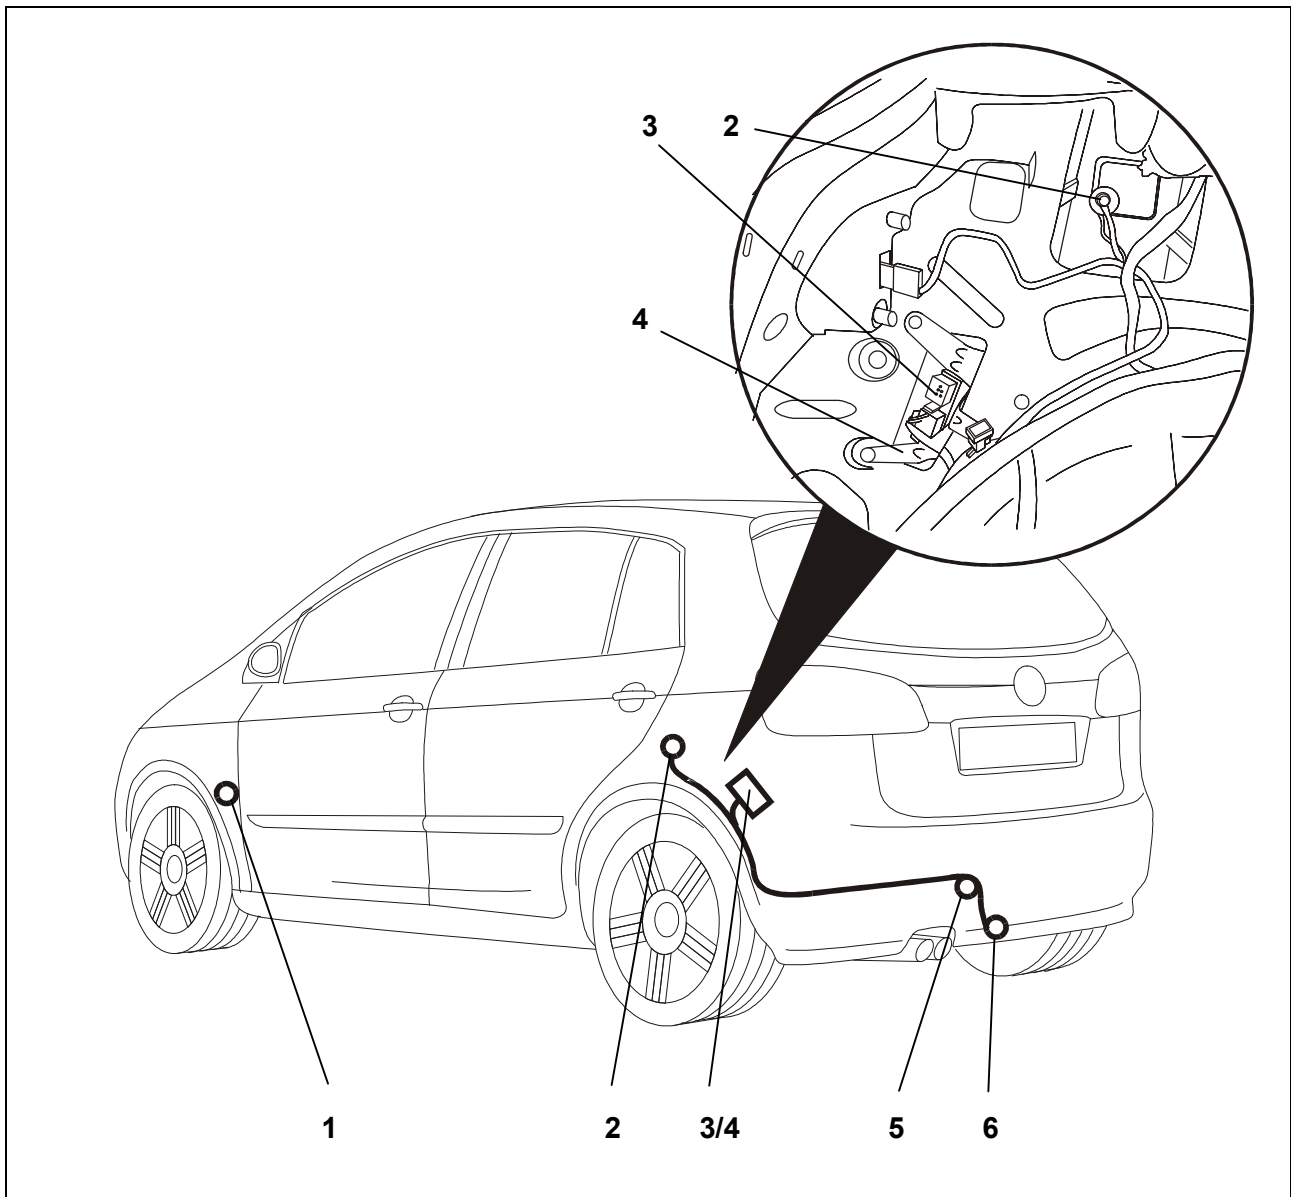

Fig. 1 : Aperçu du montage
3. Retirer le cache-trou de 40 mm côté véhicule à gauche près du milieu du véhicule dans la plaque de serrage arrière (Fig. 1/5).
5. Fixer cette unité à l'endroit prévu à gauche du coffre à bagages avec les vis de fixation et les écrous à ressort fournis (Fig. 1/4).
6. Faire passer l'extrémité du fil avec la fiche à 16 pôles et les anneaux depuis l'extérieur par le passage de câble jusqu'au dispositif de connexion du dispositif d'attelage (Fig. 1/3).
7. Insérer le passe-fil en caoutchouc dans le passage du câble (Fig. 1/5).
8. Placer l'extrémité de la prise femelle de l'ensemble de fil sur la tôle de retenue de la prise (Fig. 1/6).
10. Fixer la prise sur la plaque de retenue (Fig. 1/6) avec les vis fournies.
11. Insérer et fixer le boîtier de connexion à 16 éléments dans l'emplacement du dispositif de connexion du dispositif d'attelage (Fig. 1/3) prévu à cet effet.
12. Retirer le revêtement en mousse du corps de connecteur rouge 12 pôles du véhicule, fixé sur la tôle du véhicule dans la zone du calculateur de remorque, puis enficher et verrouiller le corps de connecteur dans l'emplacement prévu à cet effet sur l'appareil de raccordement pour remorque (fig. 1/3).
13. Raccorder les câbles bruns avec l'œillet au point de masse du véhicule (fig. 1/2).